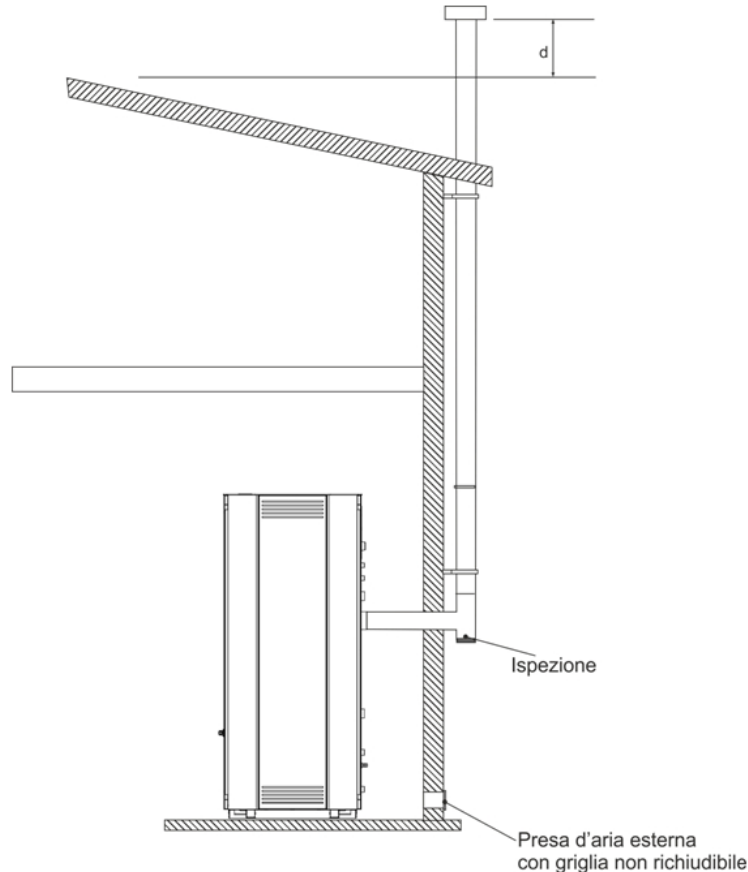

Fig. 5
- Per i condotti devono essere utilizzati solo tubi isolati (**doppia parete**) in acciaio inox fissati all'edificio (*fig.5*).